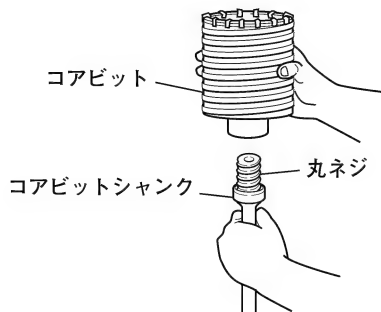

図 14
- (1) コアビットシャンクにコアビットを取付けます。(図14)
- (1) 本機に挿入したまま上向きにして 2 ～ 3 回無負荷運転で打撃させると丸ネジ (図 14 参照) がゆるみ分解することができます。
- (2) または本機からコアビットシャンクをはずしコアビットを手で持ち、コアビットシャンク六角部の頭を手ハンマで 2 ～ 3 回強打すると、丸ネジがゆるみ分解することができます。